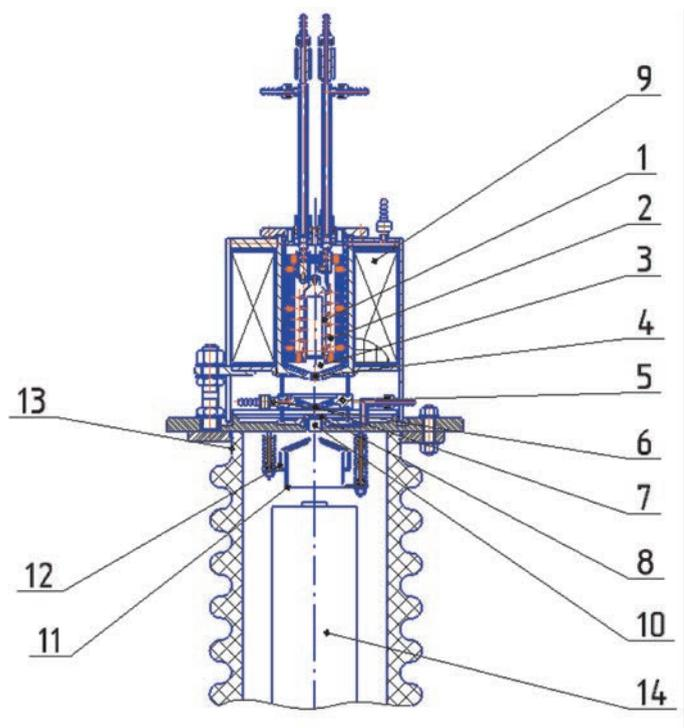

Рис. 1. Схема дуаплазмотрона
**П**ервый дуаплазмотрон был создан репатрированным немецким ученым бароном Манфредом фон Арденне, работавшим в это время в Сухумском ФТИ. В дальнейшем он совершенствовался под руководством крупных советских ученых Рачия Арамовича Демирханова и Юрия Васильевича Курсанова. В статье представлен его последний рабочий вариант (рис. 1).